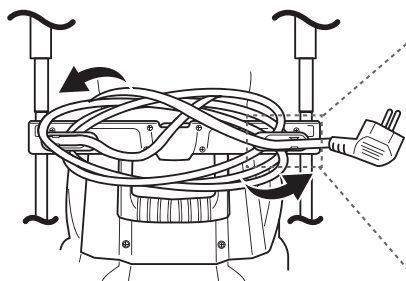

Fig.28
- > Faites pivoter les supports [15] à la position horizontale pour enrouler la rallonge électrique autour d'eux (Fig.28).